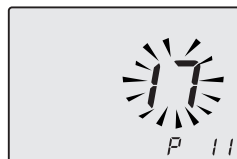

Figura 5.55
- Nel display si alternano le scritte **P11 - SEt** (Figura 5.55).